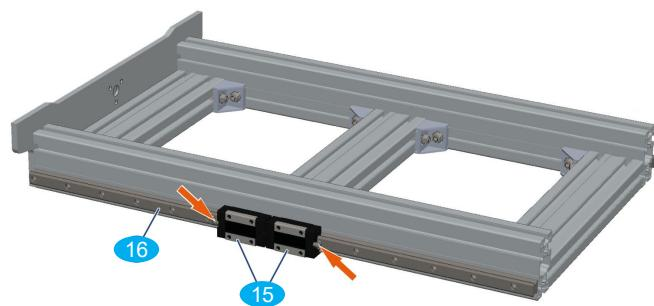

Bild 12: Schmiernippel der Laufwagen zeigen nach außen
- Vor dem Ausrichten der X-Achse (Bild 12) ist zu prüfen, dass die folgenden Schraubverbindungen noch nicht fest, sondern nur leicht gegezogen sind: